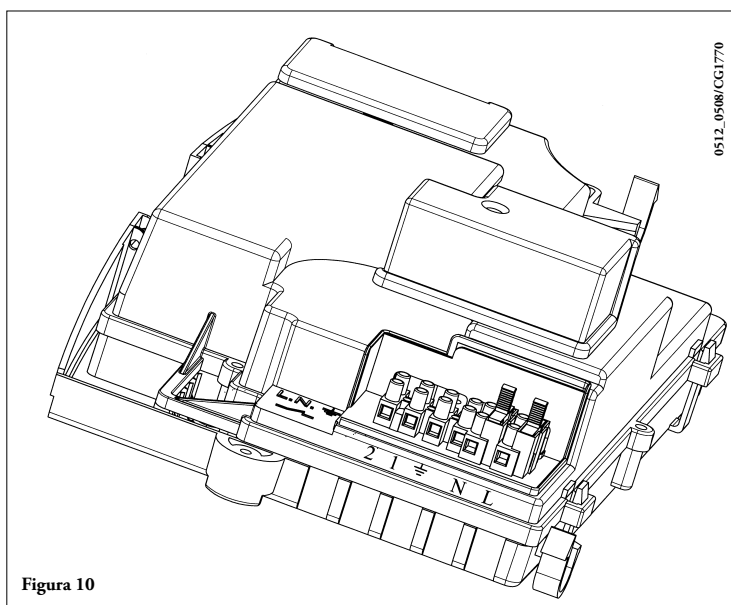

Figura 10
- deșurubați capacul pentru a ajunge la cablaje (Figura 10).
- deschideți panoul cu borne de alimentare (figura 10);
- conectați bornele termostatului de cameră la bornele (1) și (2);